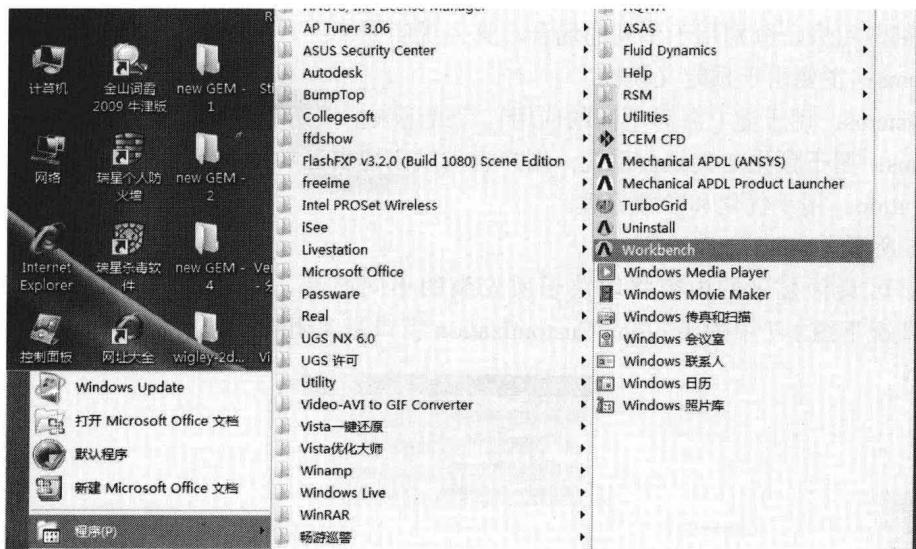

图 1-3 从“开始”菜单中启动 Workbench
- 在“开始”菜单中执行 ANSYS 12→Workbench 命令，如图 1-3 所示。